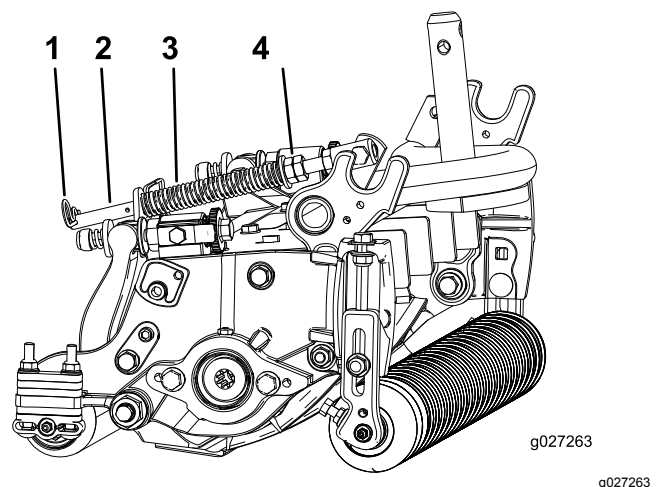

Bild 19
2. Ziehen Sie die Sechskantmuttern vorne an der Federstange an, bis die komprimierte Länge der Feder 12,7 cm beträgt, siehe Bild 19.
1. Stellen Sie sicher, dass der Splint in das hintere Loch in der Federstange eingesetzt ist (Bild 19).